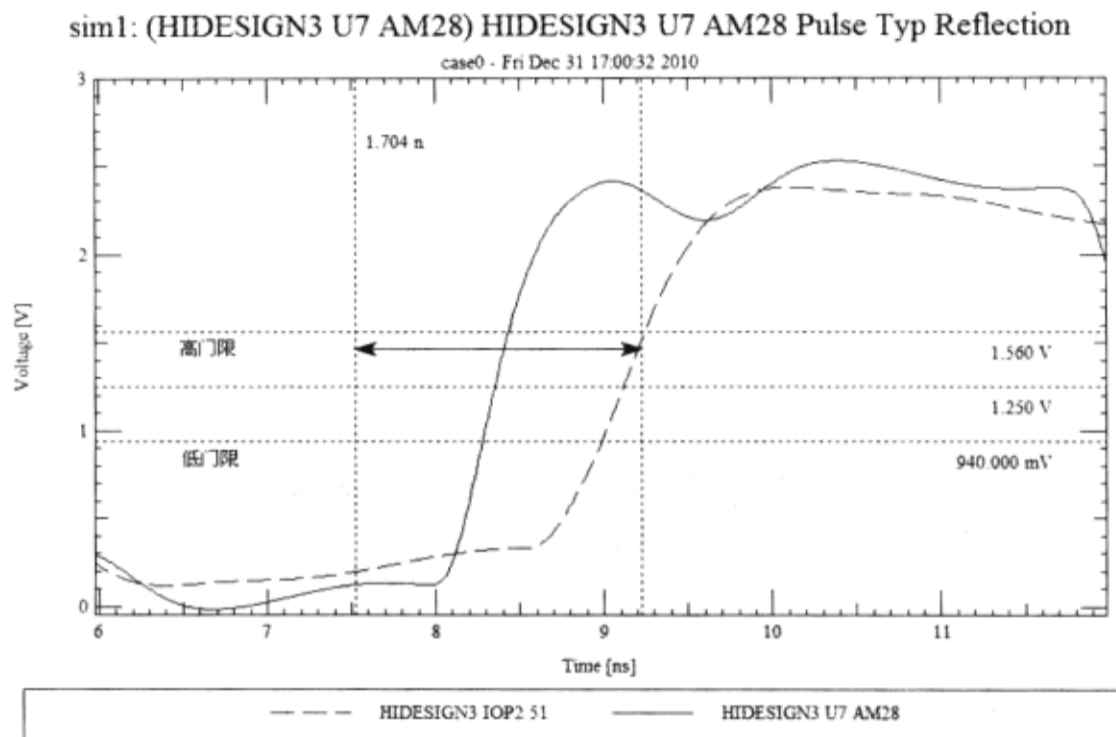

图 3-8-67 测量 SettleDelayRise
(1) 测量 Rising Settle Delay: SettleDelayRise 是指当接收器的信号达到它的逻辑输入高门限电压  $U_{IH}$ ，上升输入波形的稳定延迟被参考作为驱动器波形周期的开始。逻辑输入高门限电压信息包含在接收器 IOP2 的信号模型。
① 单击波形的任意地方→从“SigWave”菜单中执行菜单命令“Zoom”→“Fit”，选择“SigWave”窗口左侧列表框中的“Diff Vertical Marker”符号→单击鼠标右键→从弹出菜单选择“Location”→弹出“Edit Location”对话框。
② 在“X Secondary”栏中输入“7.52ns”，在“X Primary”栏中输入“10ns”→单击“OK”按钮，关闭“Edit Location”对话框。
③ 单击波形的任意位置→从“SigWave”菜单中执行菜单命令“Zoom”→“In Region”，单击并拖动指针包围第 1 个下降波形和第 2 个上升波形（包围 6~12ns、0~3V 的区域）。
④ 单击并按住鼠标左键→将 10ns 的“differential vertical marker”移动到上升的接收器波形 (HIDESIGN3 IOP2 51) 通过 1.56V ( $U_{IH}$ ) 的地方, 如图 3-8-67 所示。